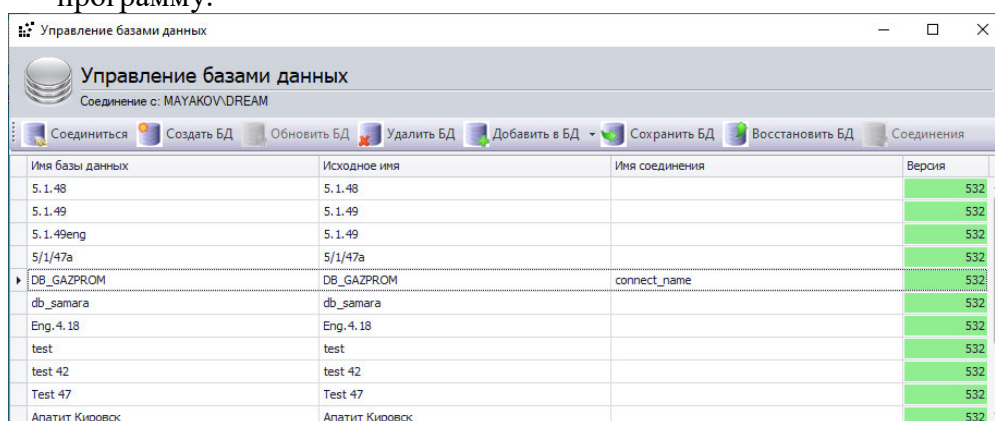

Рисунок 3.2.6
- после появления в списке созданной базы данных (см. Рисунок 3.2.6) закрыть программу.